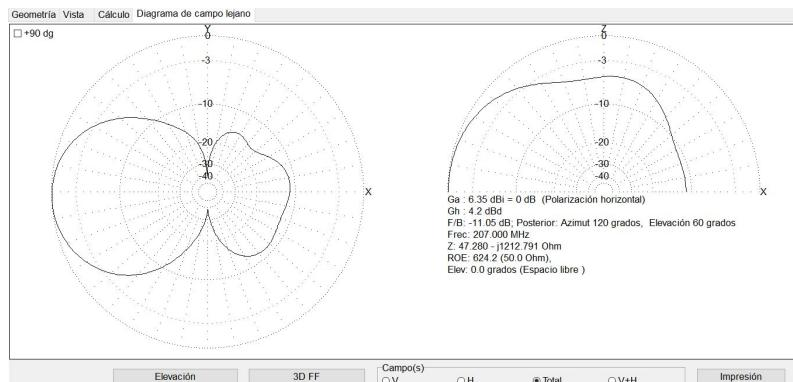

Figura 8: Visualización de polarización de campos E-H
10. A partir de los resultados numéricos obtenidos, es necesario ver los patrones de radiación de campo eléctrico y magnético, para ello seleccione la pestaña llamada **Diagrama de campo lejano**, donde deberá visualizar los patrones E-H según se muestran en la figura 8.